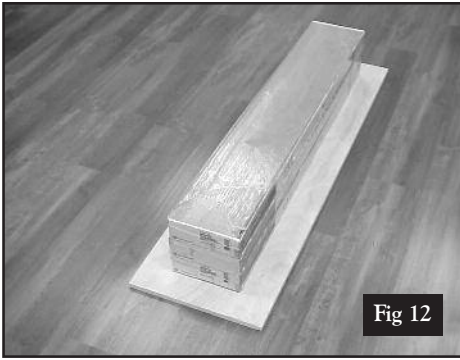

Fig 12
11. Verifique que estén correctas la nivelación y la alineación de la pieza reemplazada. Coloque una tabla plana (p. ej.: madera contrachapada de 3/4" (19 mm) sobre la tabla de repuesto y aplique peso de forma uniforme (para dejarla plana) por toda el área de la pieza reemplazada (vea la fig. 12).